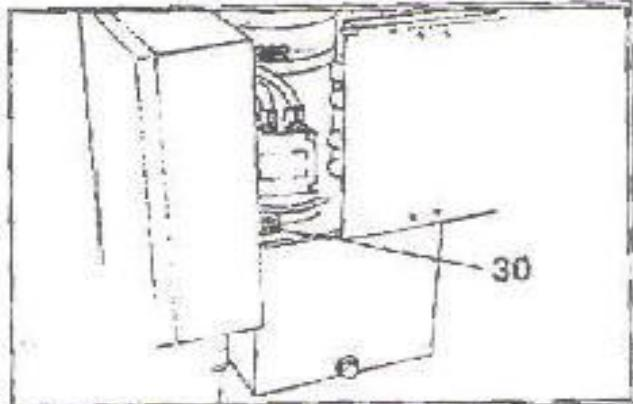

Рис. 8.3
- 3) Периодически проверять уровень масла в гидравлическом блоке (с учетом предупреждающих сигналов максимального и минимального уровня масла). При необходимости долить масло Esso Nuto H46 или гидравлическое масло аналогичного типа (например, Agip Oso 46, Shell Tellus Oil 48, Mobil DTE25, Castrol HySpin AWS46, Chevron RPM EP Hydraulic Oil 46, BP Energol HLP). Открутить крышку (30, рис. 8.3), залить масло, закрутить крышку и зафиксировать ее.